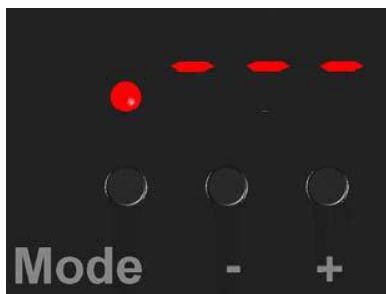

Рис. 6
- Для сохранения настроек нажмите повторно «Mode» и «+» (см. Рис. 6). В этом пункте меню нажмите одновременно кнопки «+» и «-». А для выхода без сохранения нажмите одновременно кнопки «Mode» и «-».